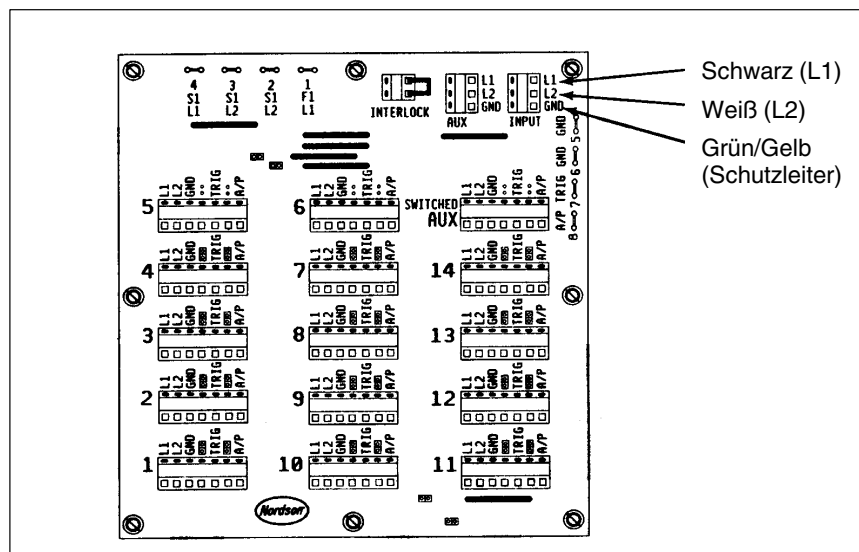

Abb. 3-4 Lage der Klemmenleisten auf der Verteilerplatine
2. Die abisolierten Enden der Adern an den Eingangsklemmenblock anschließen. (Siehe Abb. 3-4).